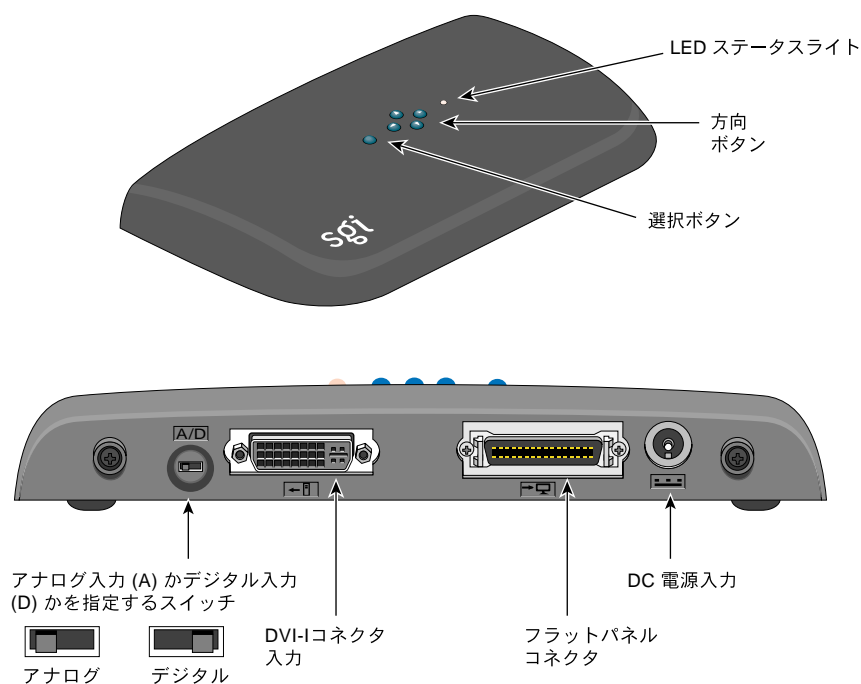

図 1-1 Silicon Graphics MultiLink
2 ページの図 1-1 に、Silicon Graphics MultiLink のすべての コネクタ、スイッチ、ボタンを示します。
このマニュアルでは、全体を通じて、図 1-1 に示されている各部の名称が使用されます。
2. アナログ／デジタル（A/D）入力スイッチを正しい位置に合わせてください（2 ページの図 1-1 参照）。